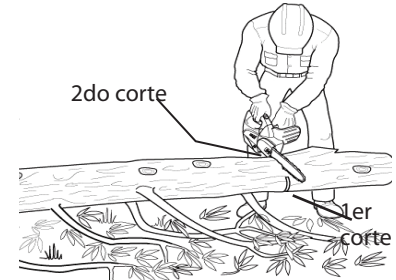

Figura 18 - Trozado del tronco apoyado sobre un solo extremo
1. Haga el primer corte del lado inferior del tronco (vea la Figura 18). Utilice la parte superior de la barra de guía para realizar este corte. Atraviese 1/3 del diámetro del tronco. Este corte impedirá la producción de astillas en esta sección al completarse el corte.